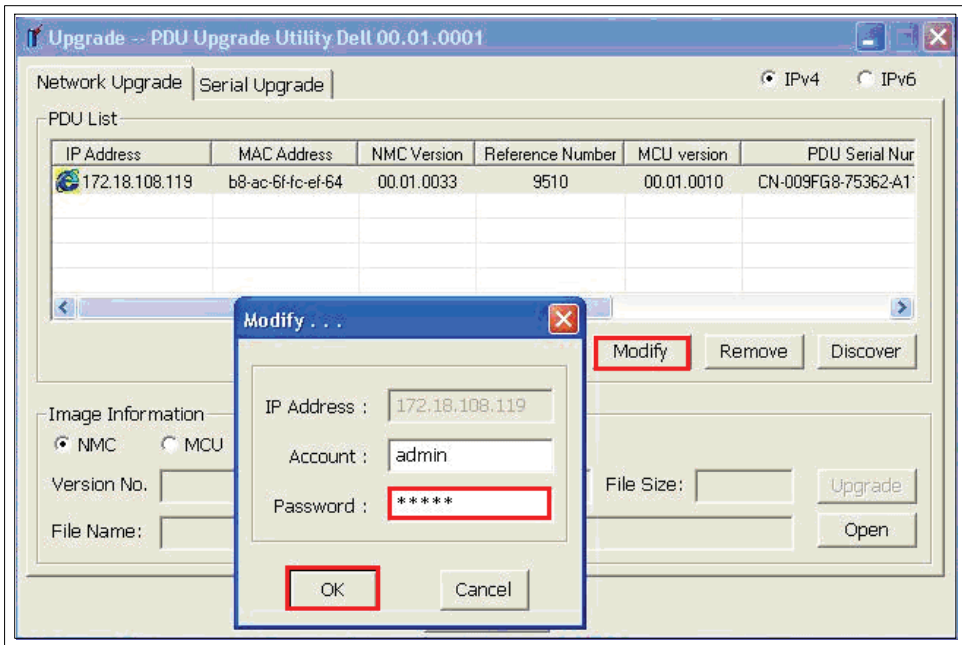

図8. ユーザーパスワードの入力
- 7 Modifyをクリックします。Modifyポップアップ画面が表示されます。パスワード欄にadminと入力し、OKをクリックします(図8参照)。